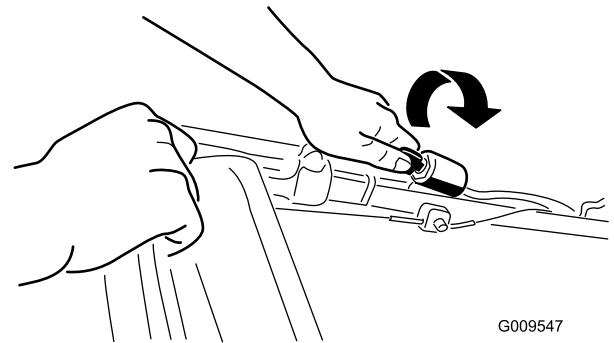
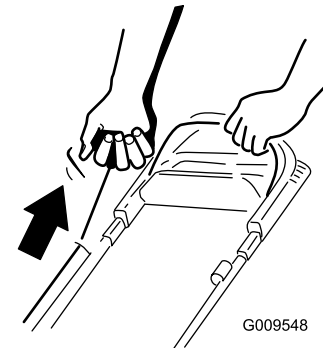

Figura 12
Figura 13
2. Girate la chiave di accensione (Figura 12) (solo modelli con avviamento elettrico) o tirate l'avviatore autoavvolgente (Figura 13).
resistenza, poi date uno strappo (Figura 13). Lasciate che il cordino si riavvolga nell'avviatore lentamente.